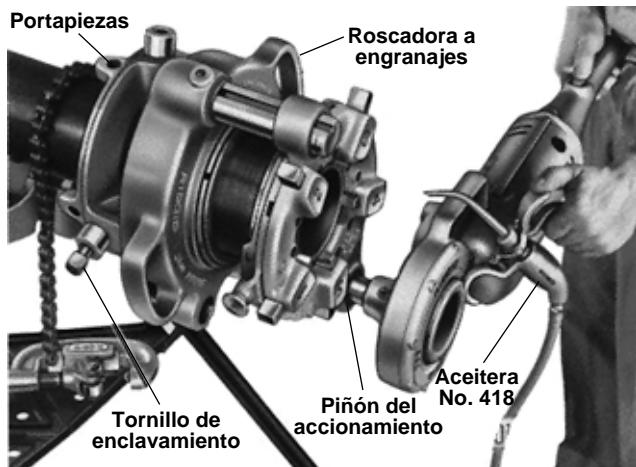

Figura 9 – Roscado con la Roscadora a Engranajes
4. Apriete el portapiezas y el tornillo de fijación firmemente con la llave de tubo (*Figura 9*).
7. Sostenga el mango del Accionamiento Motorizado con una mano y deje la otra libre para con ella aplicar aceite de roscar. Mueva el botón del interruptor en la dirección deseada para roscar (*Figura 9*).